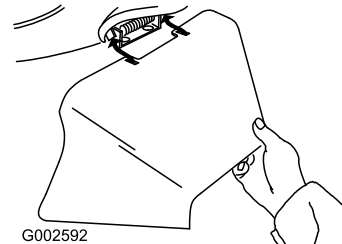

Figura 30
3. Instale el conducto de descarga lateral y cierre la puerta sobre el conducto (Figura 30).